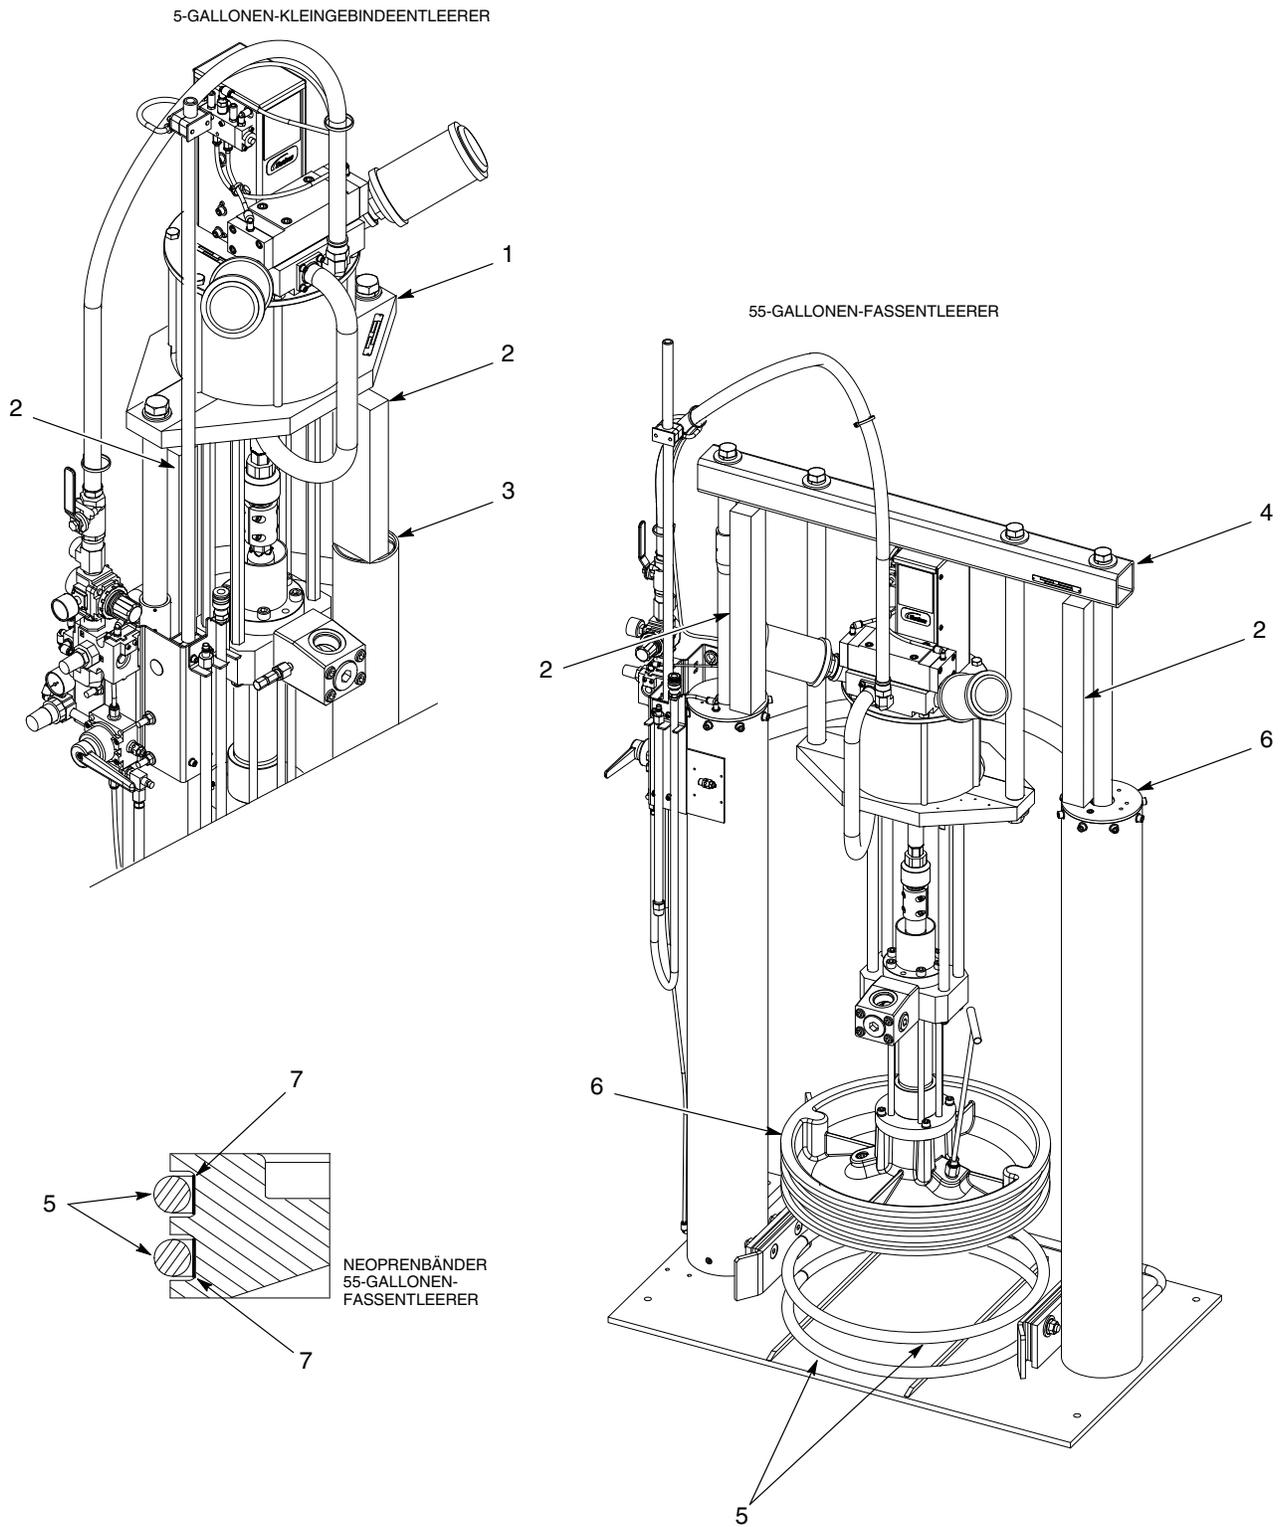

Abb. 2 Austauschen von Dichtungen (Standard-Fassentleerer abgebildet. CE-Entleerer ähnlich.)
2. Siehe Abb. 2. Die Trägerblöcke (2) einsetzen: